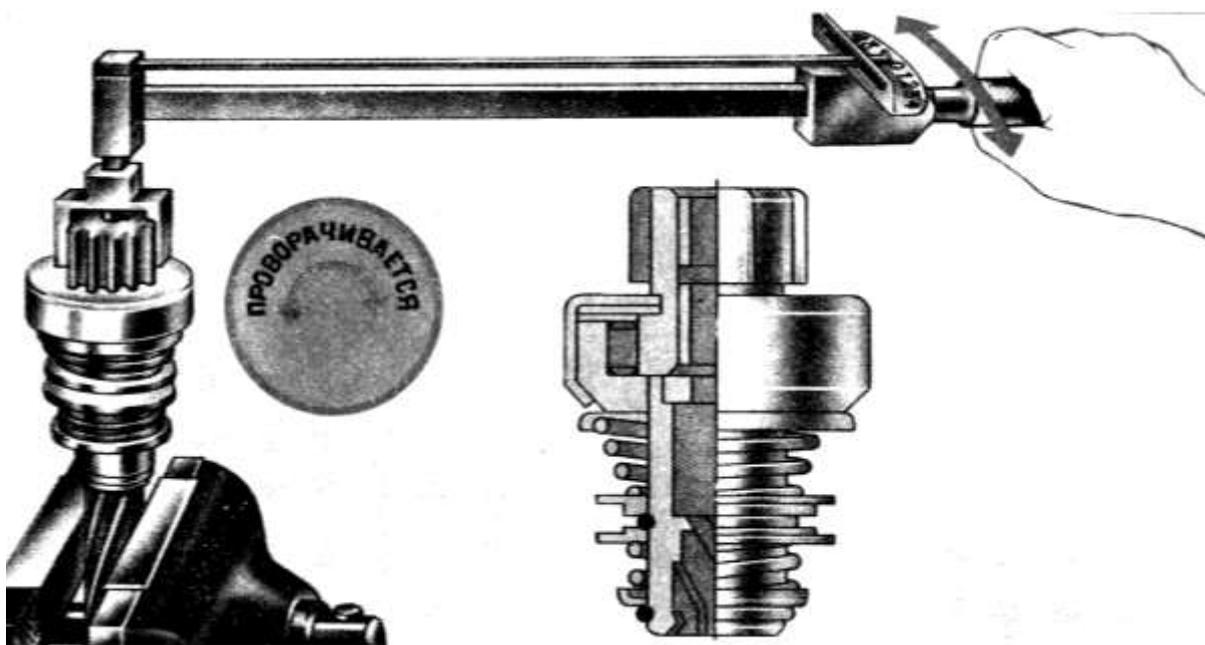

Рис. 57. Проверка муфты свободного хода на пробуксовку
- выверните из корпуса **9** (рис. 57) три винта, удерживающие защитный кожух **12**, снимите его и резиновое уплотнительное кольцо;
Неисправная муфта промывается бензином или заменяется. После промывки муфту опускают в моторное масло на 3...5 мин. Проверить муфту свободного хода на пробуксовку можно динамометрической рукояткой (рис. 57). Для этого к шестерне прикладывается момент, превышающий в 2,5 раза крутящий момент стартера (см. **табл. П16**). У исправной муфты шестерня не должна проворачиваться. Вращение шестерни в противоположном направлении должно быть свободным, без заеданий.